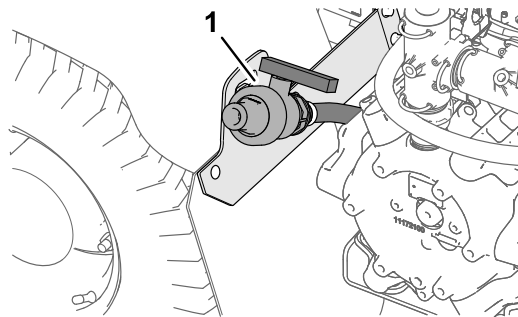

Figura 40
2. Localice la válvula de vaciado del depósito, situada en el guardabarros trasero izquierdo de la máquina (Figura 40).